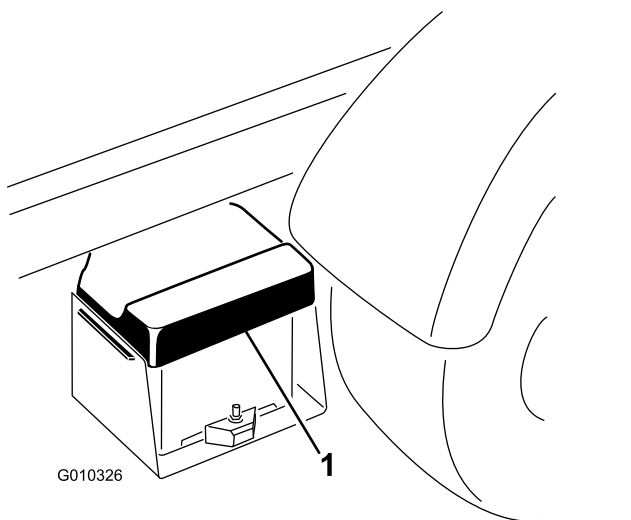

图2
1. 挤压电池盖，将凸耳从电池座上松开。图2
2. 从电池座上取下电池盖（图2）。
6. 将电池盖与电池座对齐（图2）。
7. 挤压电池盖，将凸耳与电池座对齐，松开电池盖（图2）。